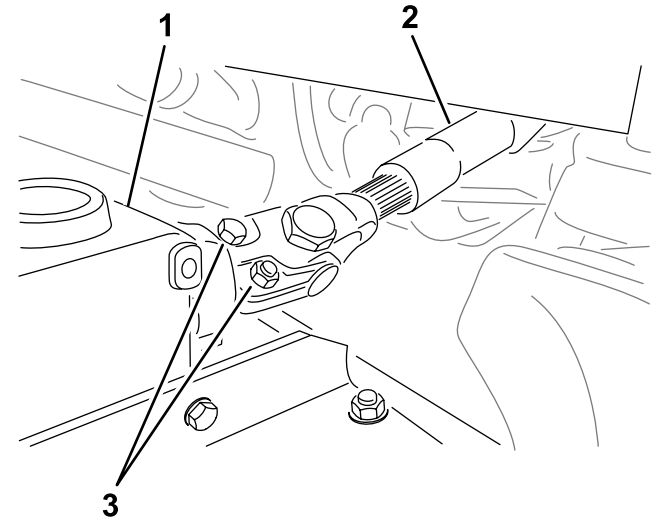

图 21
5. 从 PTO 轴卸下螺栓和螺母图 21 将轴轭滑出齿轮箱。